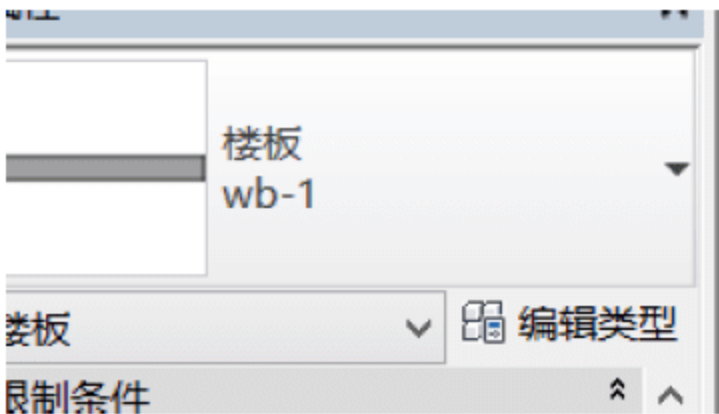

图 5.1.34 选择屋面板类型
(2) 绘制屋面板 WB-1。按快捷键 S+B（绘制屋面板命令），在“属性”面板中选择“楼板-wb-1”屋面板类型，如图 5.1.34 所示。